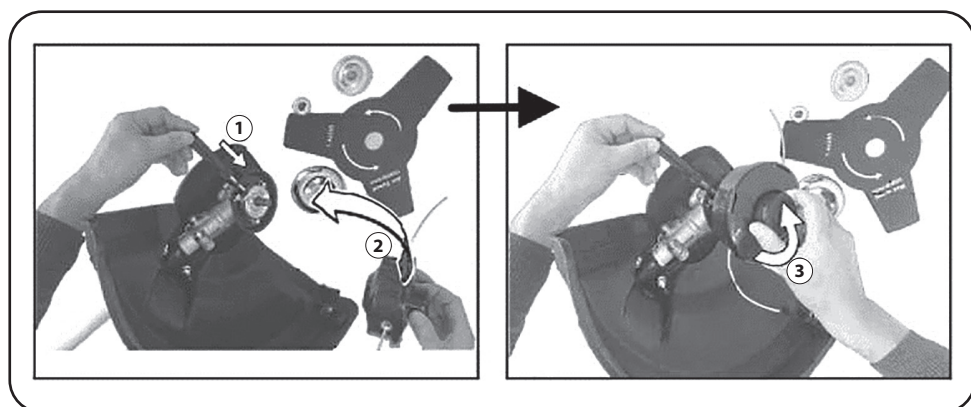

Рисунок 6
3.6 Встановлення різальної катушки з жилкою (дивіться рисунок 6).